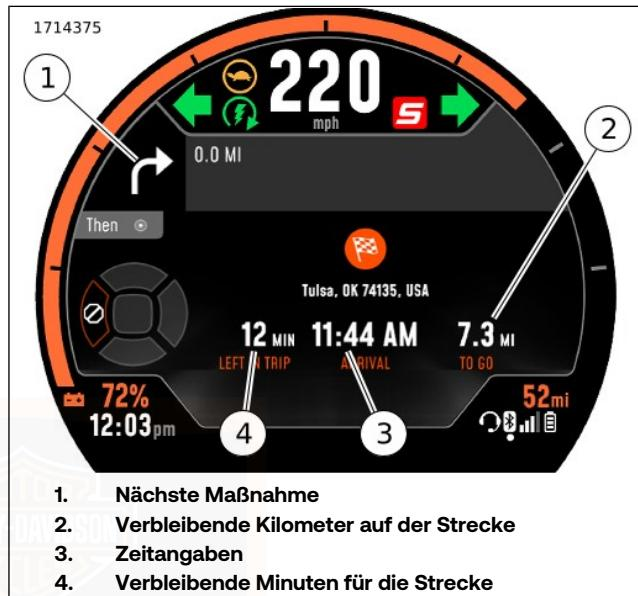

Abbildung 39. Navigationsbildschirm
Siehe Abbildung 39. Das Navigationsdisplay zeigt Navigationsinformationen mit Abiegehinweisen an, die über die LiveWire S2 App. in das angeschlossene Gerät eingegeben wurden. Diese Informationen beinhalten den Straßennamen (1), das Symbol für die nächste Maßnahme (2), die Entfernung zur nächsten Maßnahme (3) und Zeitangaben (4) (entweder Ankunftszeit oder Fahrtzeit).